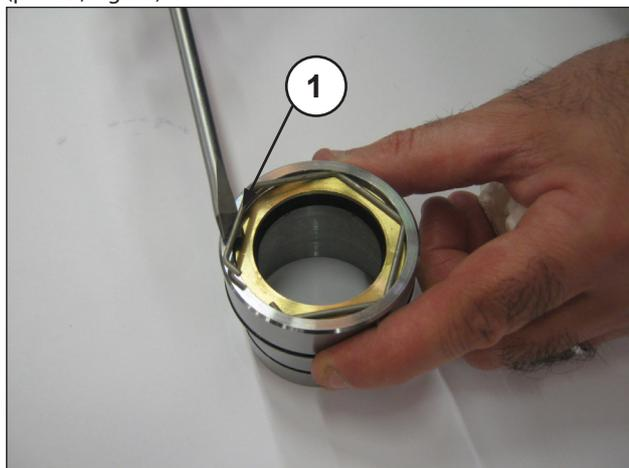
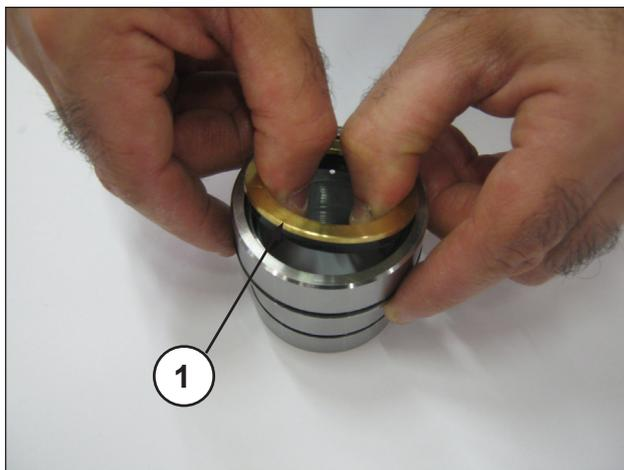

Fig. 33
Fig. 34
Para extrair a junta de baixa pressão, é necessário extrair o anel de retenção (pos. ①, Fig. 33) e o anel de estanqueidade (pos. ①, Fig. 34).